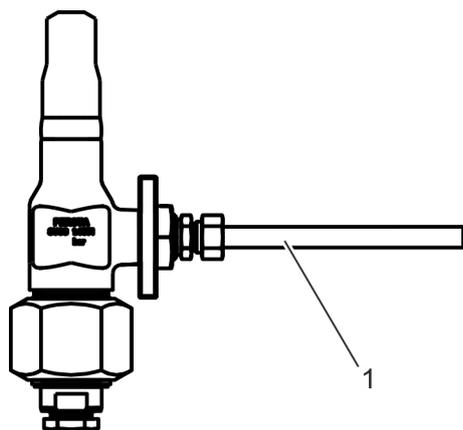

Fig. 14: Tubo de desvaporización
1. ➔ Instale los resguardos para recoger y desviar el fluido que pueda salir por el tubo de desvaporización (Fig. 14/1).